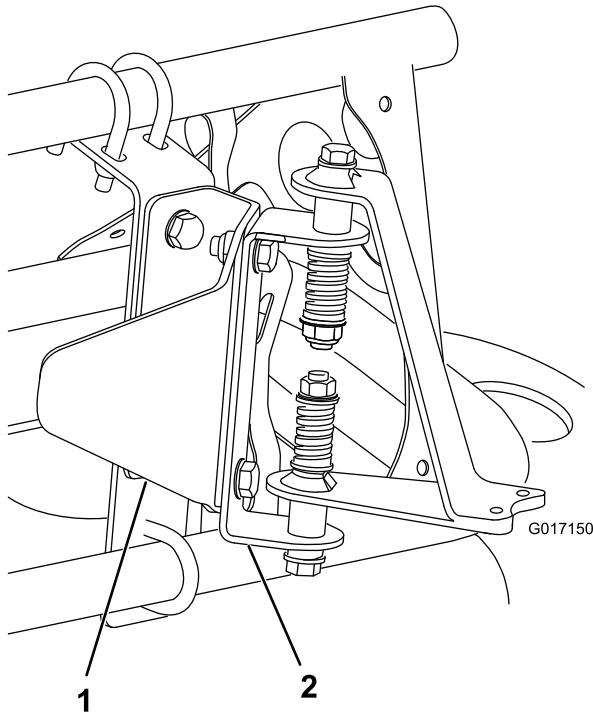
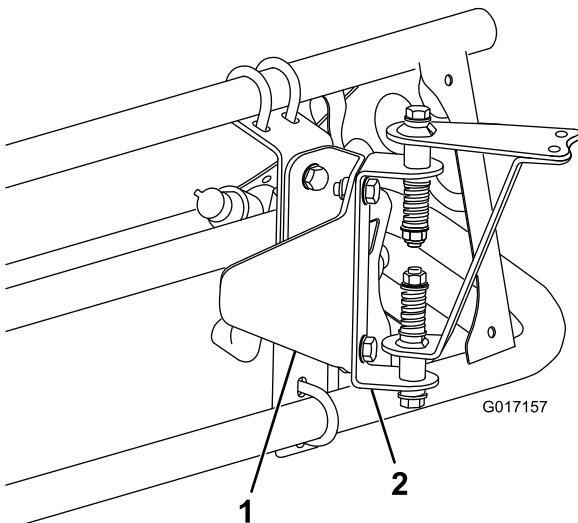

Рисунок 11
Рисунок 12
3. Установите крепежный узел датчика на кронштейн ограждения датчика с помощью двух болтов (5/16 x 3/4 дюйма) и двух контргаек (5/16 дюйма), как показано на Рисунок 11 (для закрытой стрелы) или Рисунок 12 (для открытой стрелы).